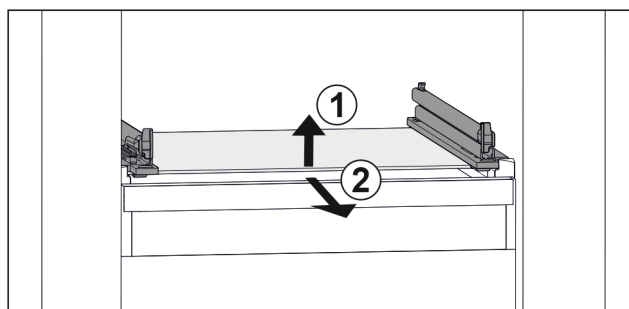

Fig. 109 Příklad znázornění skleněné desky
- ▶ Nadzvedněte skleněnou desku vpředu. Fig. 109 (1)
- ▶ Vyjměte skleněnou desku dopředu. Fig. 109 (2)